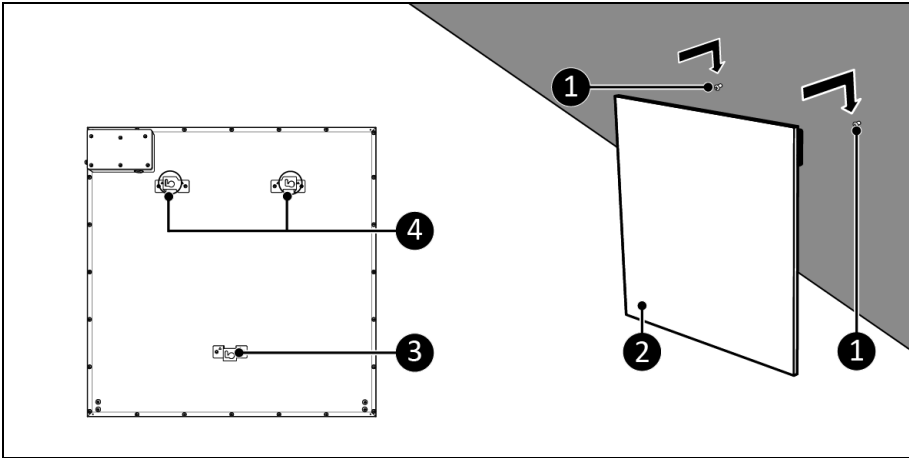

Abbildung 10
9. Platzieren Sie die Halterungen (Abbildung 10, Pos. 4) auf der Rückseite des Geräts über den Schrauben in der Wand (Abbildung 10, Pos. 1).
11. Die Abstandshalterung (Abbildung 10, Pos. 3) hält die Geräteunterseite von der Wand fern